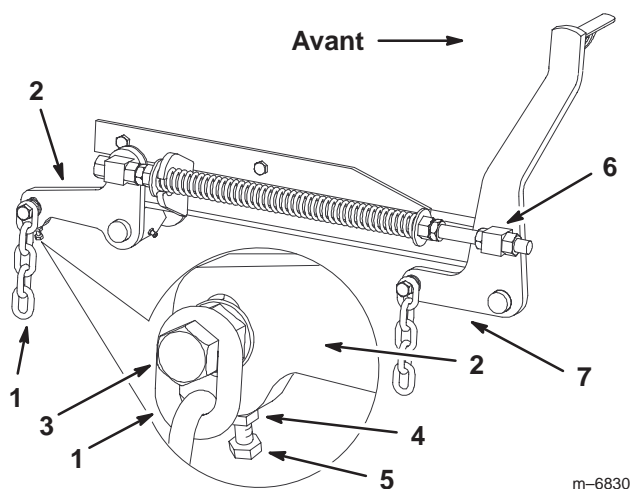

Figure 68
7. Si la distance mesurée au point **B** ou **C** n'est pas correcte, desserrez le boulon de fixation de la chaîne arrière au bras de support arrière (Fig. 68).